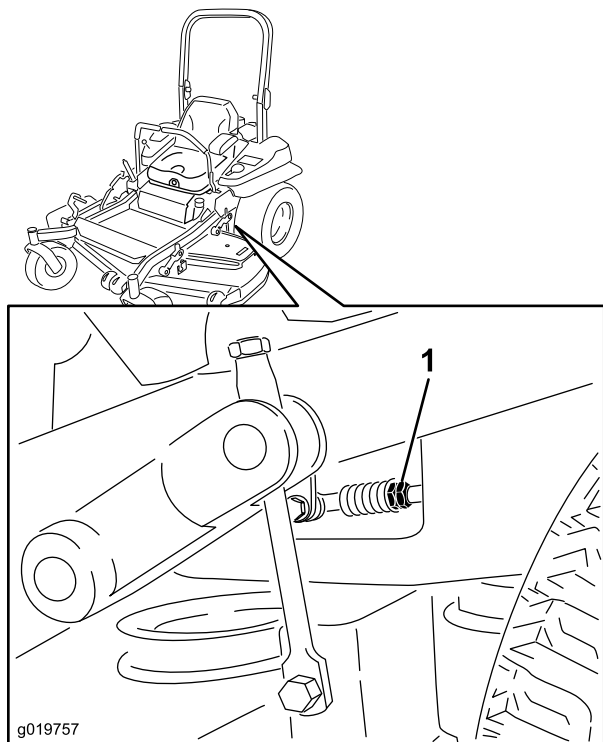

Figure 82
- Placez les leviers de commande de déplacement en position point mort. Réglez la longueur des tiges de pompes en tournant les doubles écrous dans le sens voulu jusqu'à ce que les roues tournent légèrement en marche arrière (Figure 82). Placez les leviers de commande de déplacement en position de marche arrière et, tout en appuyant légèrement sur les leviers, laissez les ressorts d'indicateur de marche arrière ramener les leviers au point mort. Les roues doivent s'arrêter de tourner ou tourner légèrement en arrière.